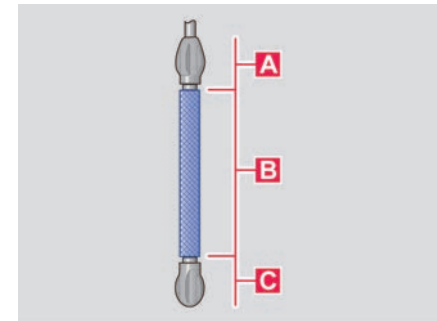

Abb. 191 Ölmessstab mit Motorölstandsmarkierung.
7. Ölmesstab erneut herausziehen und Motorölstand am Ölmesstab wie folgt ablesen → **Abb. 191**:
13. Der Motorölstand sollte am Ende des Nachfüllvorgangs mittig im Bereich → **Abb. 191 B** liegen. Der Motorölstand darf sich nicht im Bereich → **Abb. 191 A** befinden → .
14. Wenn versehentlich zu viel Motoröl nachgefüllt wurde und der Motorölstand sich im Bereich → **Abb. 191 A** befindet, Motor